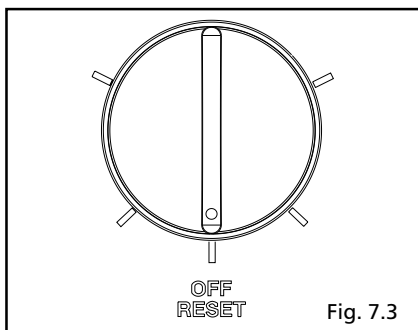

Fig. 7.3
Portare il selettore di funzione sul simbolo OFF-RESET, quindi riposizionare lo stesso su «  » o «  » (fig. 7.3).
- portare il selettore di funzione su OFF-RESET (fig. 7.3)